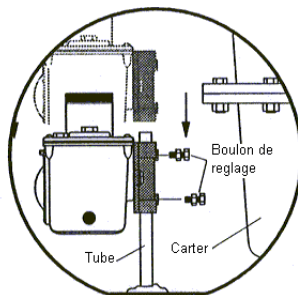

Figure 1B
3. Glisser le LM300 sur le tube et serrer les boulons de fixation (1 vis + 2 rondelles). Voir Figure 1B. **NE PAS** trop serrer les vis car il faudra être en mesure de modifier la fixation du LM300 avant de le régler dans sa position finale.